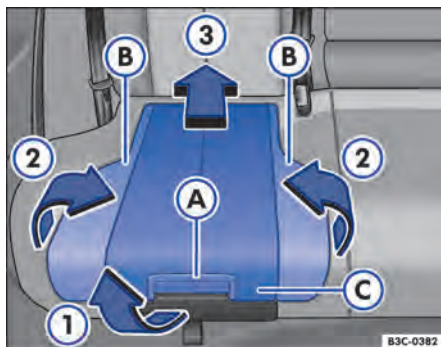

Fig. 84 Cadeira de criança integrada: posicionar o estofamento e o apoio do banco.
- Pela alavanca de destravamento ⇒ Fig. 84 (A), puxar o estofamento do banco para frente no sentido da seta ①.
- Rebater ambos os apoios do banco (B) para cima no sentido da seta ②.
- Pressionar o estofamento do banco (C) para trás no sentido da seta ③, até que ele se trave.